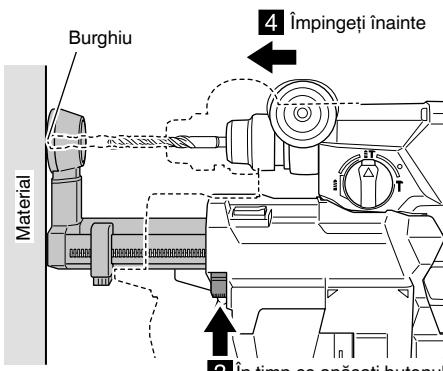

Fig. 6
- (3) În timp ce apăsați butonul de reglare a duzei în direcția săgeții, apăsați scula înspre material, permitând poziției duzei să se scurteze până când ajunge în poziția unde burghiu intră în contact cu materialul. (Fig. 6)